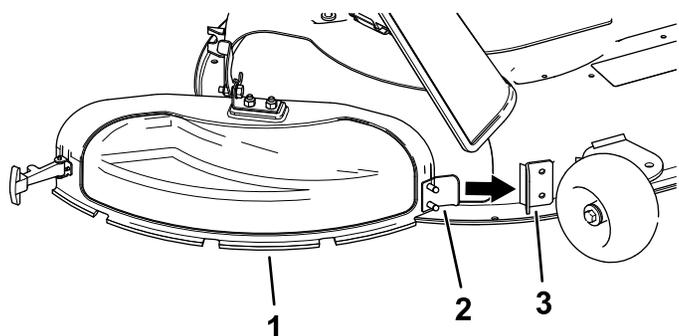

Рисунок 14
3. Наклоните металлический выступ на крышке выброса так, чтобы ввести его в паз в кронштейне, приваренном к деке газнокосилки (Рисунок 14).